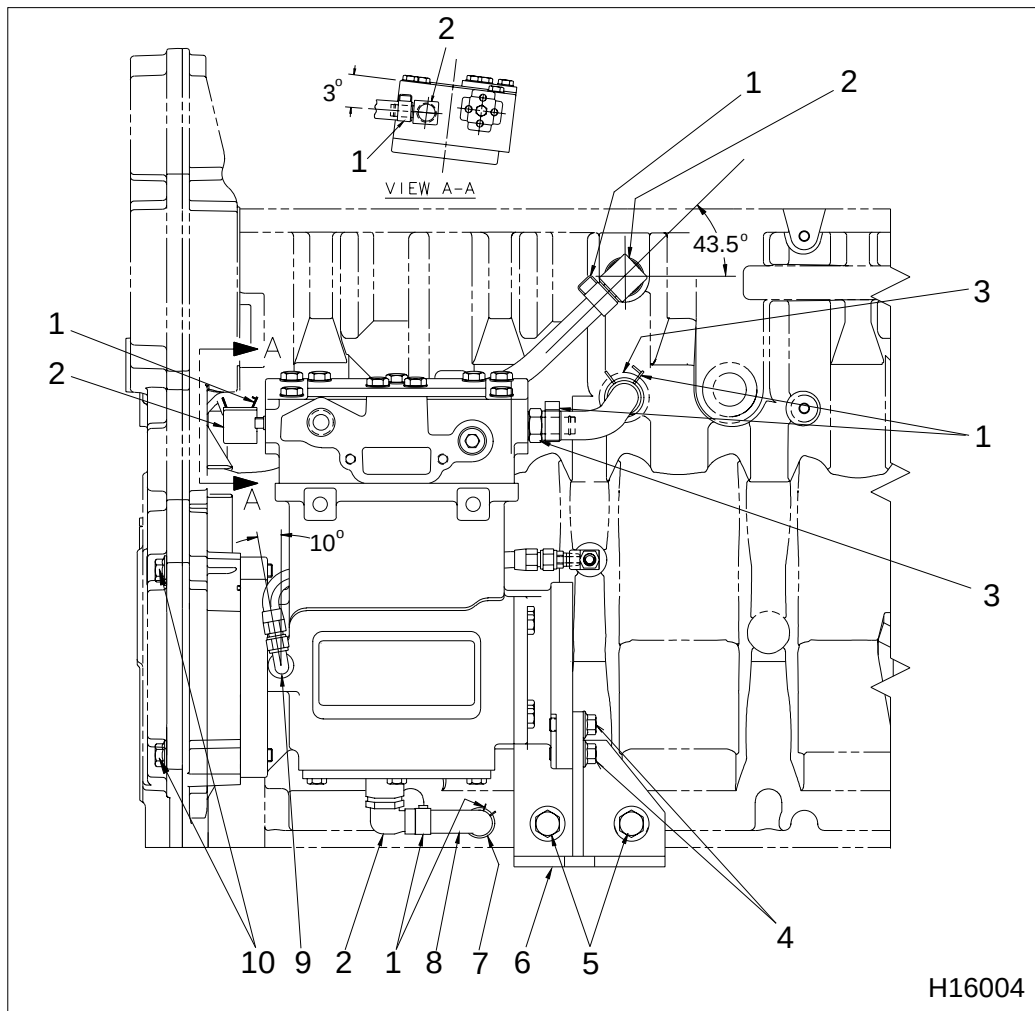

Figura 609 Sujeción y conexiones del compresor de aire
11. Saque los dos pernos (M10 x 25) restantes del soporte, atornillados en el compresor de aire (Figura 609).
1. En una mesa de trabajo, instale sin ajustar el soporte (Figura 609) al compresor de aire con dos pernos (M10 x 25). Ponga los pernos a mano pero no los ajuste.
NOTA: Si por cualquier motivo sacó estos conectores del bloque o del compresor de aire, será necesario ajustarlos al torque estándar (Pautas generales sobre torque, página 427) y orientarlos en el ángulo correcto (Figura 609) al instalarlos.
7. Saque los tapones y reconecte la manguera de suministro de aceite al codo (M10) (Figura 609). Ajuste el conector de la manguera de suministro de aceite.